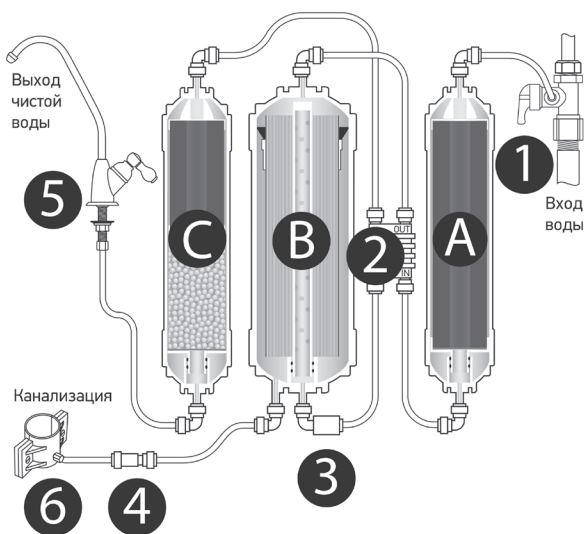

Рис.2. Принципиальная схема подключения фильтра Eonic Osmos Stream OD320.
Исходная водопроводная вода сначала проходит через фильтрующий элемент (А) предварительной очистки из пресованного (спеченного) активированного угля из скорлупы кокосового ореха (Рис.2).
- Установить в водопроводную магистраль холодной воды тройник с шаровым краном (1) (см. Рис.2).
■ Собрать с помощью входящей в комплект поставки пластиковой трубки (шланга) систему «магистраль → система обратного осмоса → кран» в соответствии со схемой подключения (см. Рис.2).